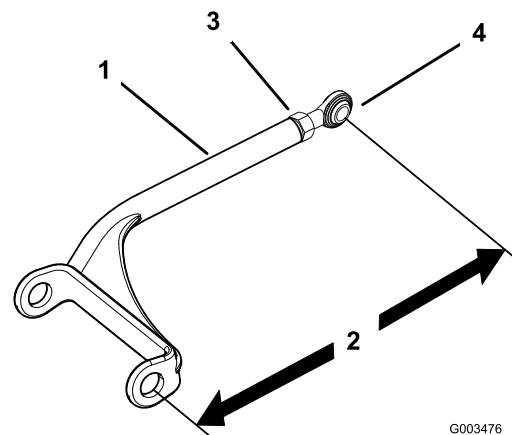

Figure 52
1. Desserrez l'écrou de blocage et tournez la rotule dans le sens anti-horaire, un tour à la fois (Figure 52).
2. Réglez chaque côté de la même façon. Chaque bras de poussée devrait mesurer 384 mm (Figure 52).